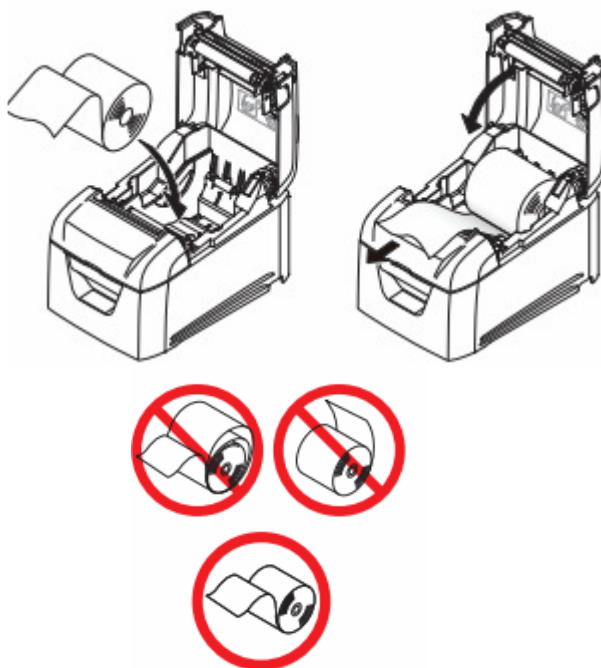

Рисунок 2.3
4. Установить рулон чековой ленты в ложемент, выпустив свободный конец чековой ленты наружу (рисунок 2.3).